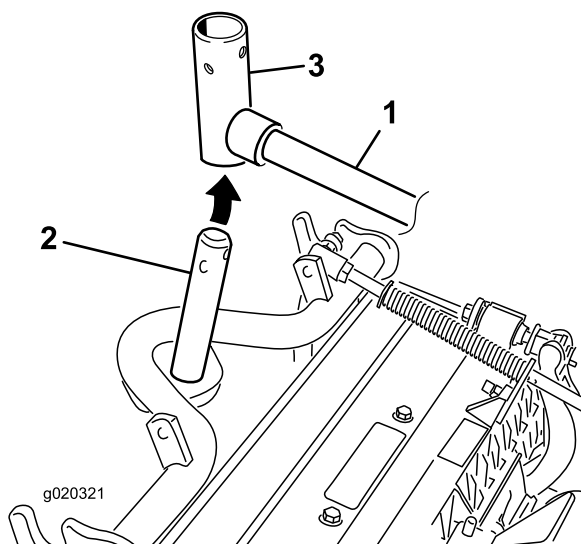

Figura 7
8. Nas unidades de corte dianteiras, faça deslizar uma unidade de corte sob o braço de elevação enquanto insere o veio da estrutura de suporte para cima para dentro da forquilha de articulação do braço de elevação (Figura 7).
- B. Insira a forquilha do braço de elevação no veio da estrutura de suporte (Figura 7).